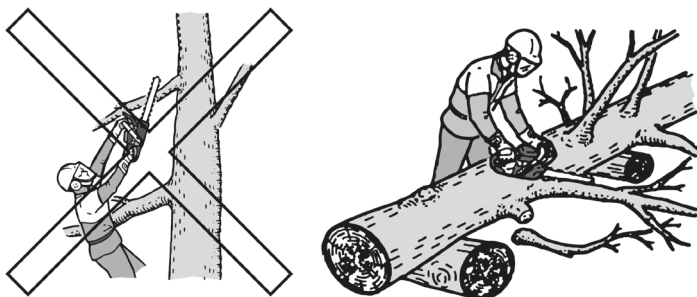

Рисунок 16. Схема обрізання малих гілок.
5.3.5.1 Обрізання малих гілок вести тільки на поваленому дереві згідно зі схемою рис. 16.